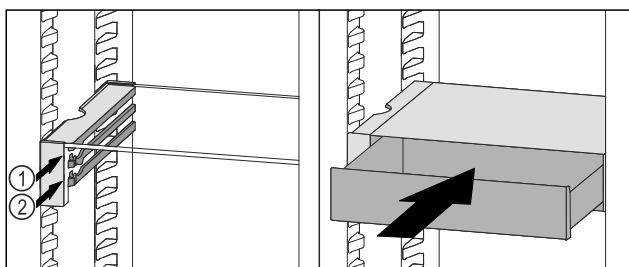

Fig. 85
- ▶ Predal VarioSafe namestite za zaustavljalnimi elementi na želeni nastavek Fig. 85 (1) ali Fig. 85 (2).